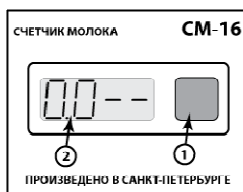

Рис. 11
- снова нажать и удерживать кнопку до появления «0» в разряде десятых «0.0 - -» (Рис.11), короткими нажатиями на кнопку последовательно изменить число в разряде десятых долей «0.2 - -»;